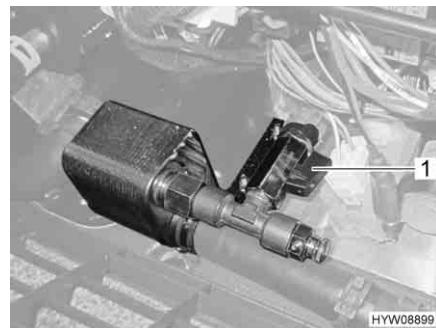

Fig. 163 Scambiatore di calore (Alde)
- Posizionare la maniglia (Fig. 163,1) del rubinetto di chiusura parallela-mente alla tubazione.
- Posizionare la maniglia (Fig. 163,1) del rubinetto di chiusura verticalmente rispetto alla tubazione.